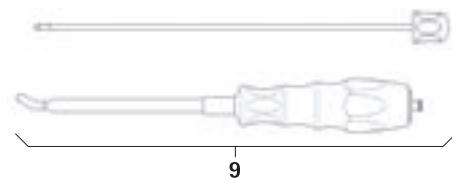

Rys. 4
- Zdemontować dystraktor 8 z nakładkami dystrakcyjnymi, patrz Rys. 4: Naciągnąć zasuwę B i wyjąć nakładkę dystrakcyjną FW239R.